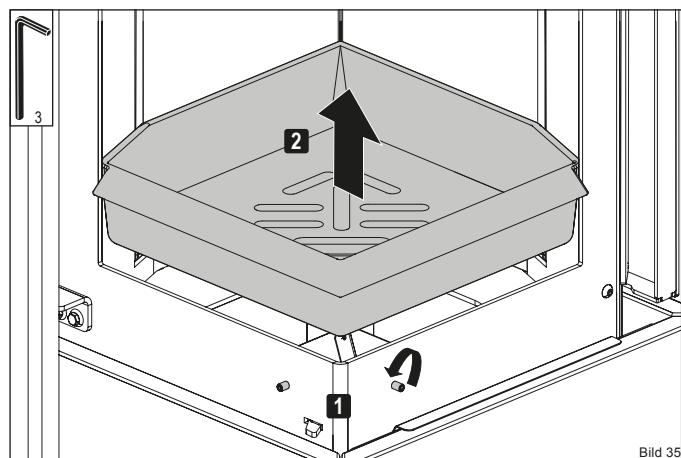

Bild 35
- Lösen Sie die Gewindestifte **1** und heben Sie den Feuerrost an **2** (Bild 35).